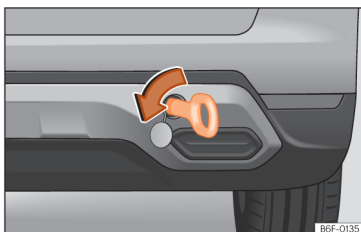

Fig. 166 No lado direito do para-choques traseiro: argola de reboque enroscada.
- Enrosque a argola de reboque no alojamento girando-a ao máximo **no sentido contrário ao dos ponteiros do relógio** »» **Fig. 166**, »» **Página 277.** Utilize um objeto adequado com o qual possa enroscar completa e firmemente a argola de reboque no seu alojamento.